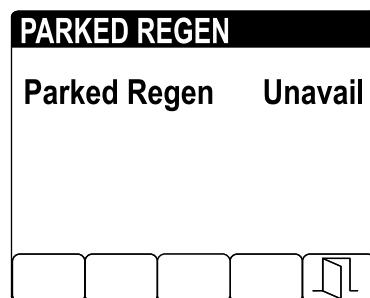

Рисунок 50
- Если компьютер двигателя запрашивает или выполняет восстановительную регенерацию, и вы выберете опцию PARKED REGEN (Стационарная регенерация) (Рисунок 50), экран Parked Regen заблокируется (станет недоступным).